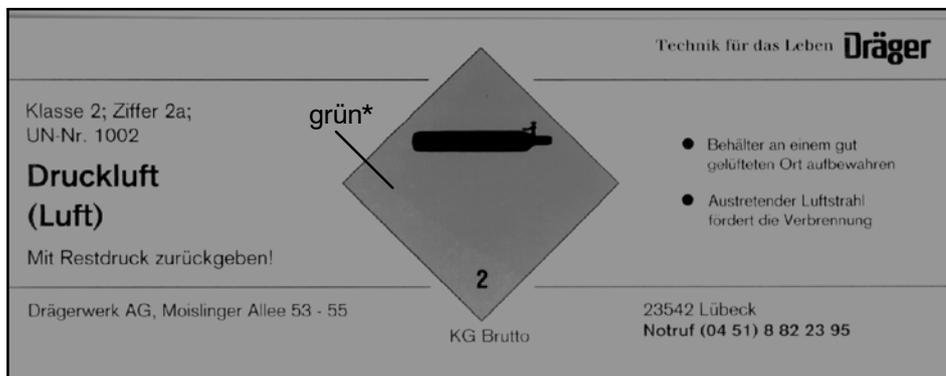

Abb. 33 Gefahrenzettel Nr.2
- In jedem Fall müssen Preßluftflaschen gemäß Rn. 2224 Abs.1 mit einem Gefahrenzettel Nr.2 (Gasflasche schwarz oder weiß auf grünen* Grund, kleine Ziffer "2" in der unteren Ecke) gekennzeichnet sein, siehe Abb. 33